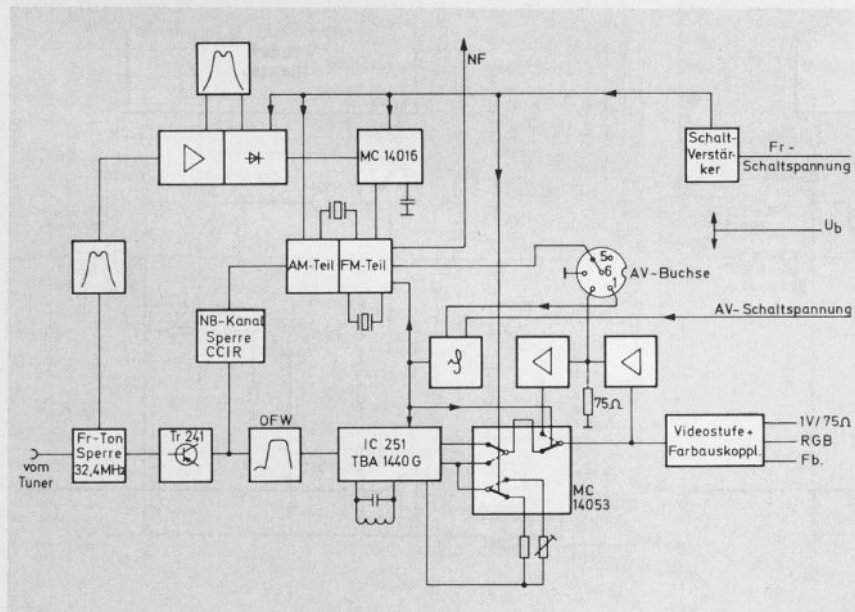

Bild 2 Blockschaltbild des ZF-Bausteines
**Schaltungsbeschreibung** (Gesamtschaltbild S. 331 / Blockschaltbild siehe Bild 2)